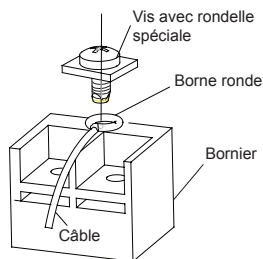

Fig. 40
- 4). Positionnez le câble de borne ronde, et replacez et serrez la vis de borne avec un tournevis. (Fig. 40).